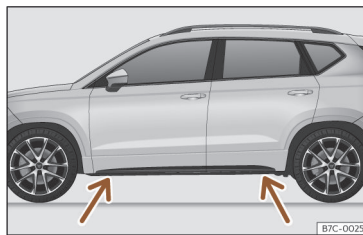

Fig. 210 Puntos de apoyo del gato.
- Busque en el larguero la marca del punto de apoyo del gato (zona hundida) más cercano a la rueda a cambiar >>> **fig. 210**.